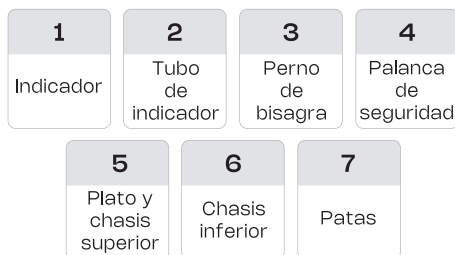

Figura 1. Vista Lateral
- Al recibir su báscula de plataforma usted la encontrará como se muestra en la **figura 1**.
- Para volver su báscula de plataforma a la posición inicial, mover la palanca (**No. 4**) hacia abajo como se muestra en la **figura 1** mientras dirige el tubo (**No. 2**) hacia abajo.